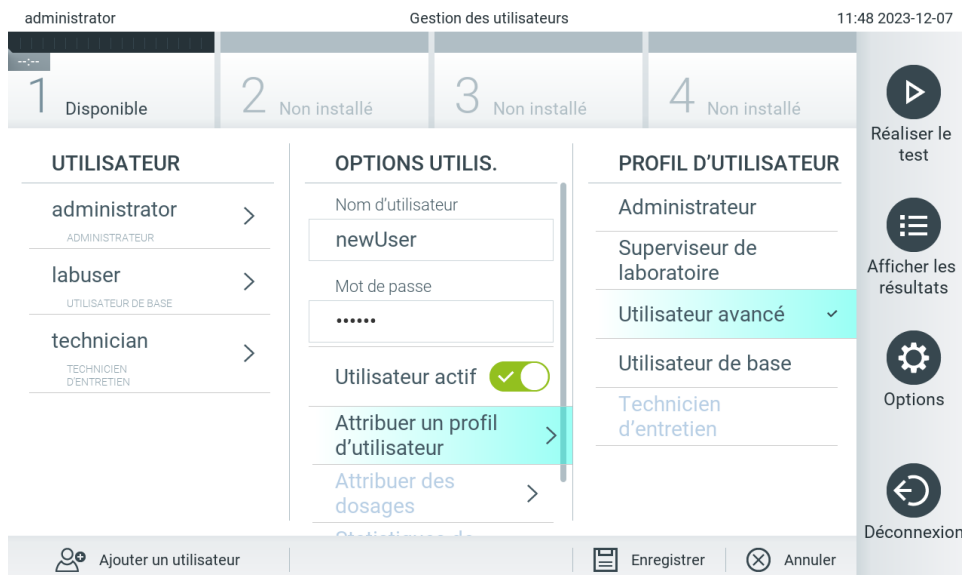

Figure 56. Attribution d'un profil d'utilisateur à un nouvel utilisateur.
4. Appuyez sur Assign User Profile (Attribuer un profil) d'utilisateur et attribuez le profil d'utilisateur approprié (dans la liste située à droite de la zone de contenu) au nouvel utilisateur (figure 56).